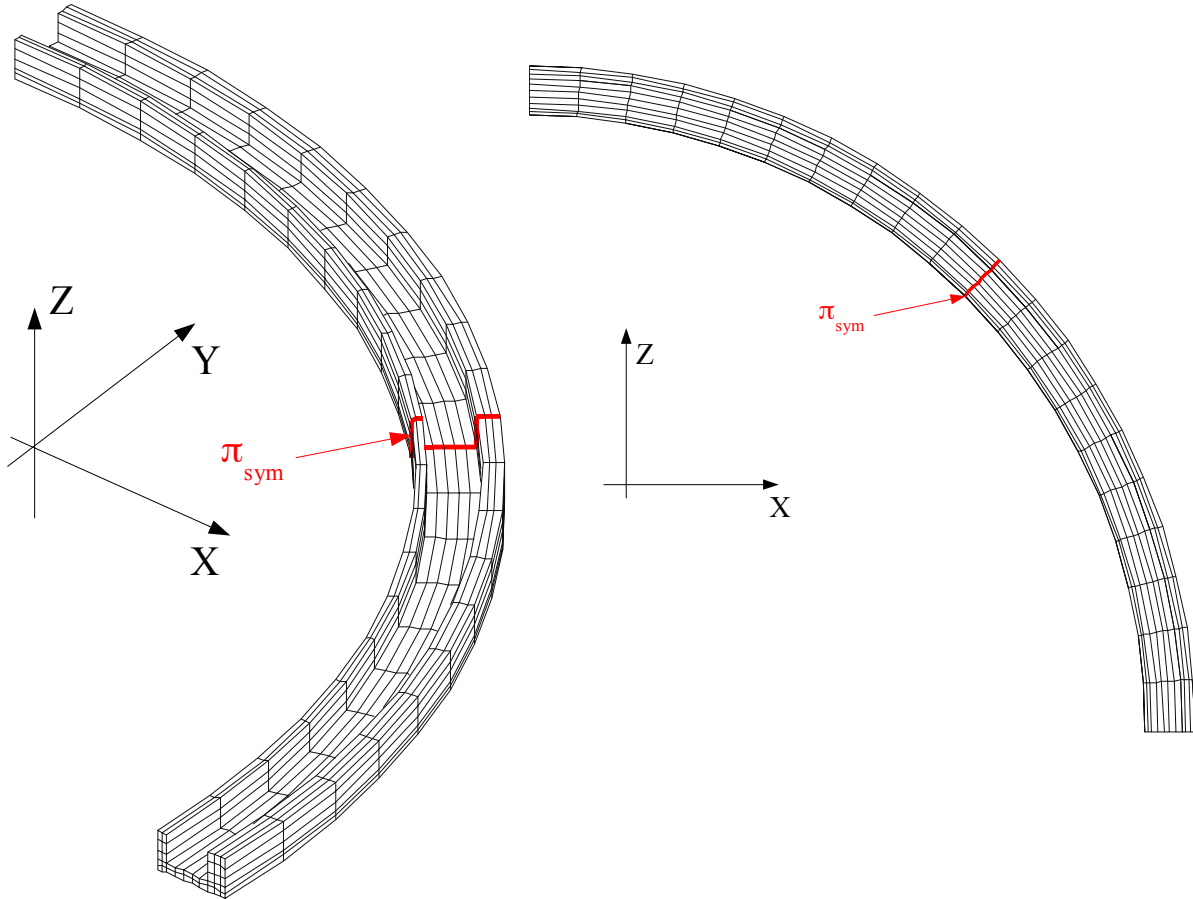

Figure 3.2-a : Maillage du 1/4 de la structure.
*Dans ce cas test, des nœuds du maillage, [Figure 3.2-a], appartiennent au plan de symétrie  $\pi_{sym}$ . Pour ces nœuds, la projection du champ de température sera donc comptabilisé 2 fois. Pour éviter de cumuler le champ de température une fois de trop, une solution est de créer un modèle contenant uniquement ces nœuds et de réaliser la projection sur le maillage complet. Ce champ projeté sera ensuite soustrait à l'aide de la commande CREA\_CHAMP/OPERATION='ASSE'.*
La projection du champ de température calculé sur 1/8ème de structure (maillage de la [Figure 1.1-a]) est projeté sur le modèle construit à partir du maillage du 1/4 de structure [Figure 3.2-a)].